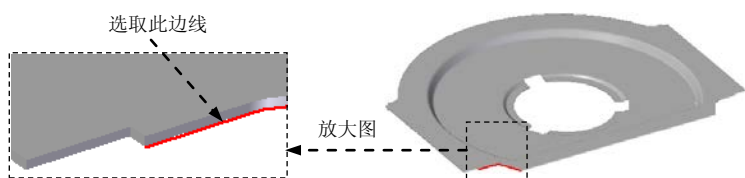
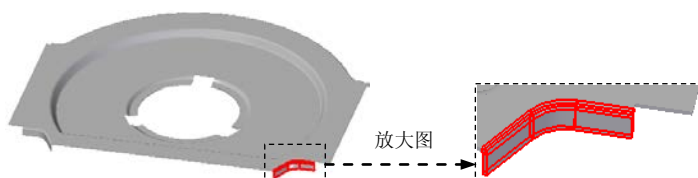

图 8.5.17 选取路径
图 8.5.19 轮廓弯边特征 3
(1) 选择命令。单击“主页”功能选项卡中“钣金”工具栏中的“轮廓弯边”按钮 。
(2) 定义特征的截面草图。
① 选取路径。在系统的提示下，选取图 8.5.17 所示的模型边线为路径，在“轮廓弯边”命令条中的 **位置** 文本框中输入值 0，并按 Enter 键，进入草图绘制环境。
③ 单击“主页”操控板中的“关闭草图”按钮, 退出草图绘制环境。
(3) 轮廓弯边的延伸量及方向。在“轮廓弯边”命令条中单击“延伸步骤”按钮; 单击“链”按钮, 选取图 8.5.17 所示的模型边线, 单击鼠标右键。
(4) 单击按钮, 完成特征的创建。
Step8. 创建图 8.5.19 所示的轮廓弯边特征 3。